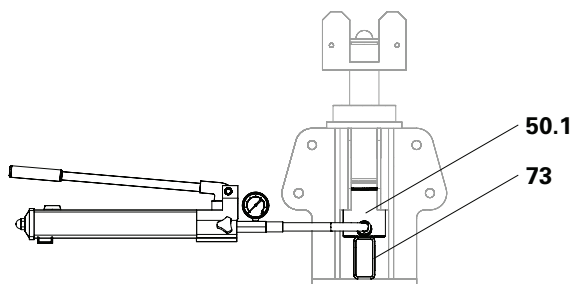

Fig. C2.03a
2. Spingere il tubo dell'albero di testa ATS (73) in posizione angolare alta nell'albero di testa (2.1).
3. Posizionare il cilindro idraulico (50.1) sul tubo dell'albero di testa ATS (73). (Fig. C2.03a)